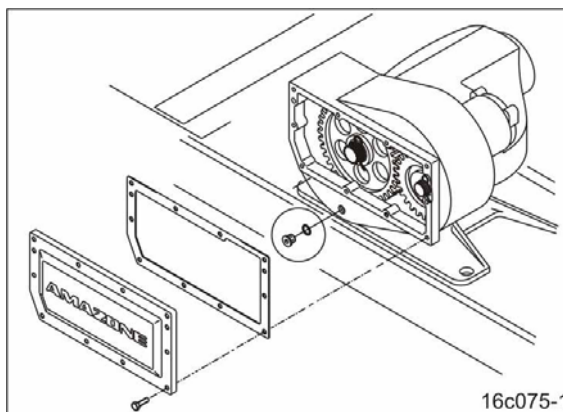

Fig. 157
7. Fjern holdefjærene (Fig. 157/1).